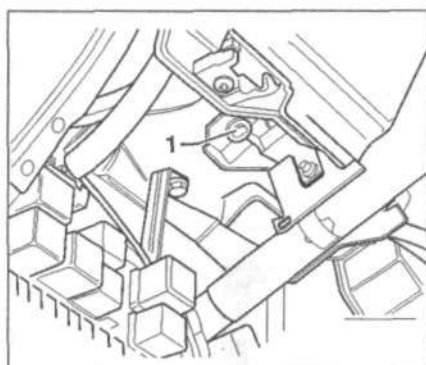

Рис. 10.6. Высверлите болты 1 и извлеките их.
8. Высверлите болты 1 и извлеките их (рис. 10.6). Отсоедините рулевую колонку от фиксатора и снимите ее.